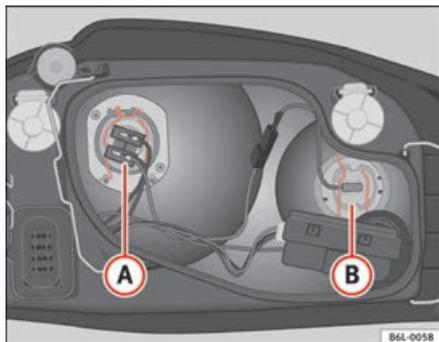

Fig. 154 Lampada abbaglianti
- Estrarre il connettore del cavo della lampada (B) ⇒ fig. 154.